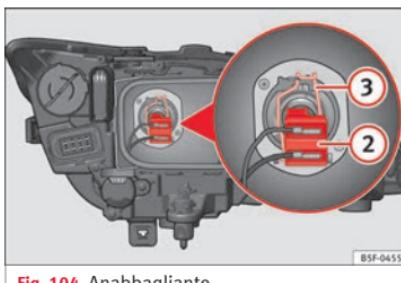

Fig. 104 Anabbagliante.
– Estrarre il connettore » fig. 104 ② della lampada.
– Sganciare la molla di ritegno » fig. 104 ③ premendo verso l'interno e a destra.